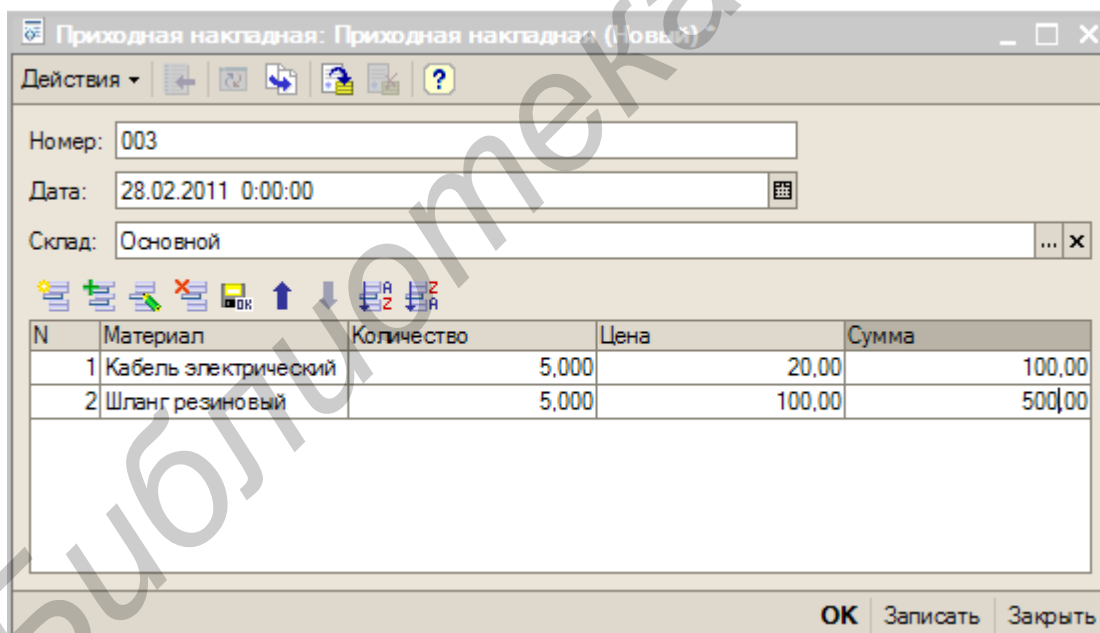

Рис. 5.4. Окно заполнения документа (2)
6. Аналогичным образом создайте второй документ, который будет приходовать следующие материалы для установки стиральных машин (рис. 5.4).